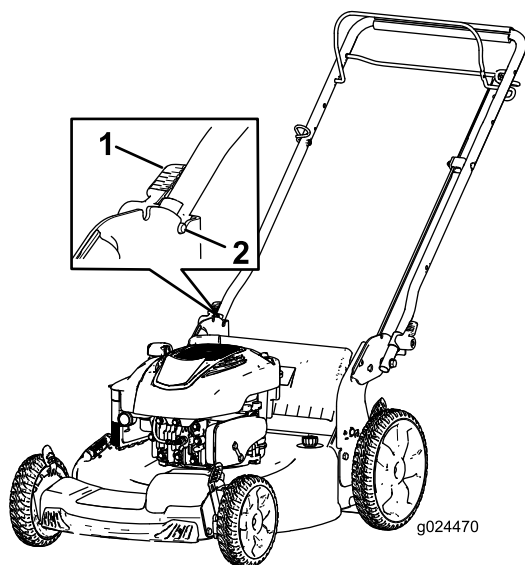

Figura 4
- Mueva la palanca de bloqueo del manillar (Figura 4) hasta que el pasador se enganche en su sitio para bloquear el manillar en la posición de operación.